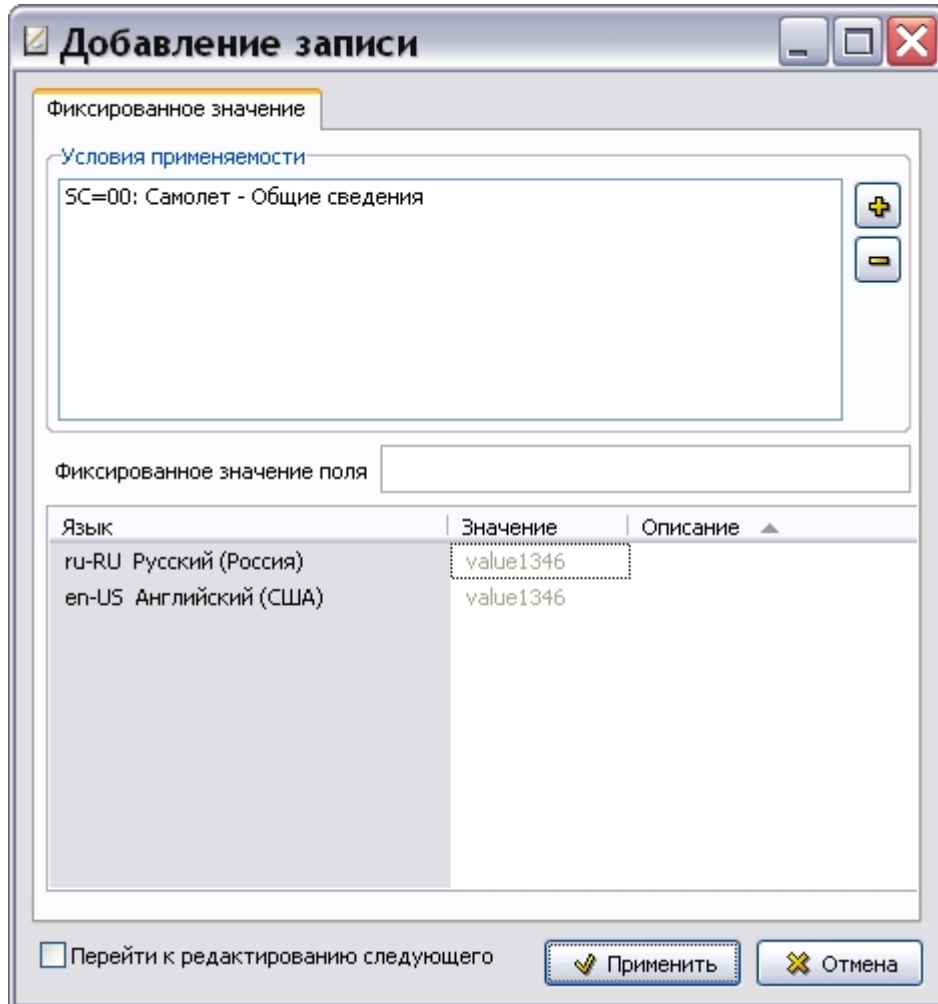

Рис. 2.28
6. Нажмите на кнопку . После этого произойдет возврат в окно **Добавление записи** для фиксированного значения, и в окошке раздела **Условия применяемости** появится назначенное нами условие (Рис. 2.28).